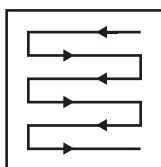

Fig. 17
5. Corte el césped en pasadas que se solapen ligeramente. El patrón más eficaz para cortar el césped es en pasadas rectas paralelas a uno de los lados. De esta forma, las pasadas serán regulares y se asegurará de cortar todo el césped sin dejarse ninguna zona (Fig. 17).